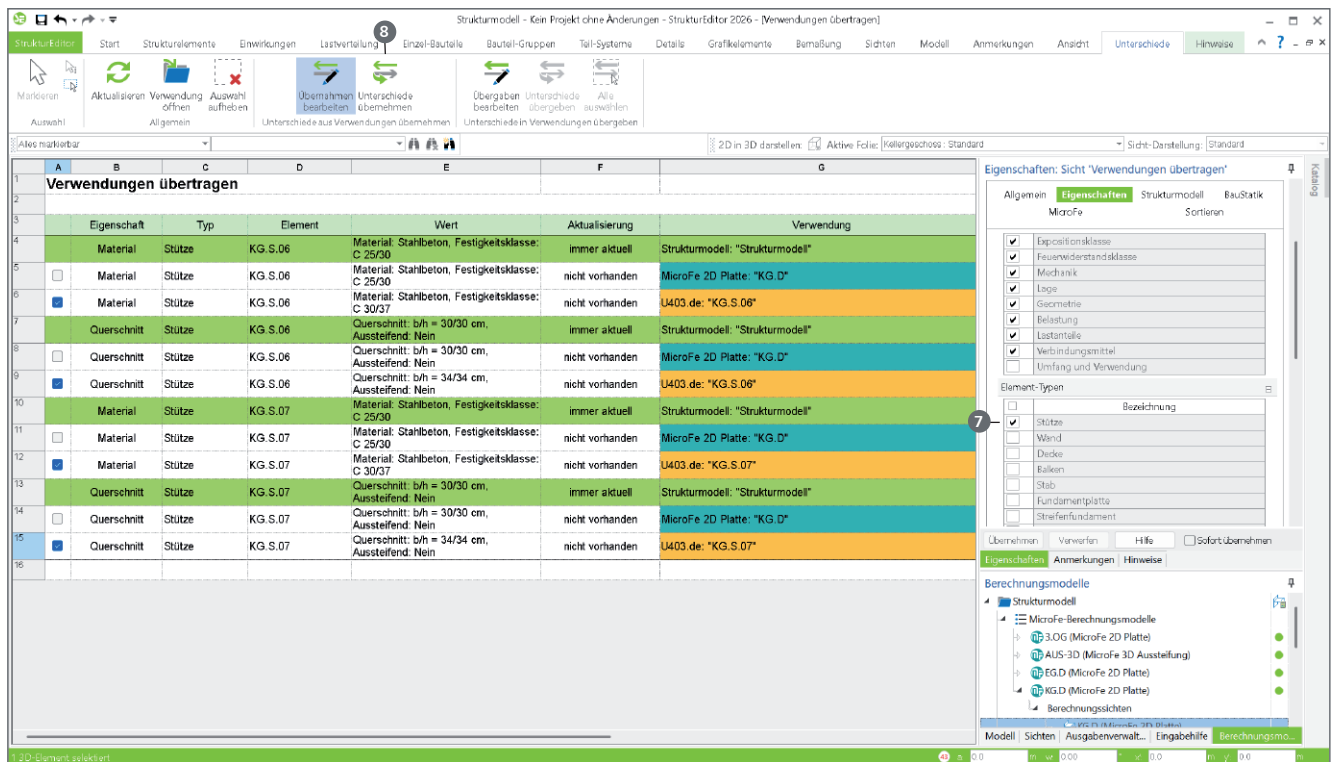
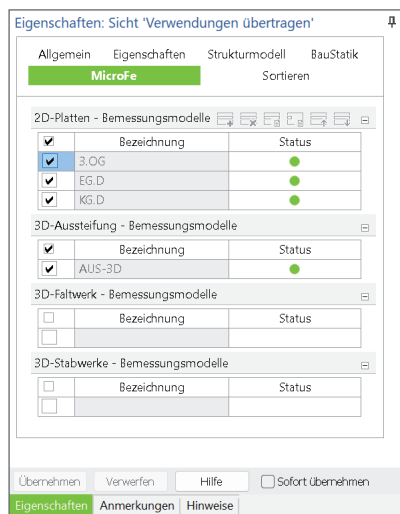

Bild 3. Listensicht „Verwendungen übernehmen“ mit Unterschieden zu Stahlbeton-Stützen in der BauStatik
Bild 6. Steuerung des Listeninhaltes über Modelle
Für diese Rückführung wird eine Listensicht „Verwendungen übertragen“ erstellt. Idealerweise wird über die Eigenschaften (Bild 6) der Listensicht eine gut nutzbare Teilmenge ausgewählt, um schrittweise die Unterschiede zu übernehmen. In Bild 3 ⑦ wird erkennbar, dass hier bauteilweise, aktuell für die Stützen, übernommen werden soll.
Als weitere Möglichkeiten zur Steuerung des Inhaltes der Listensicht, können im Kapitel Eigenschaften (Bild 3), neben den Element-Typen auch die Arten der Unterschiede wie Querschnitt, Material oder auch Geometrie, ausgewählt oder abgewählt werden. Die Kapitel wie BauStatik und MicroFe ermöglichen die An- und Abwahl einzelner Bemessungsmodelle, bzw. Verwendungen.
In Bild 3 wird erkennbar, dass die Bemessung der Stützen zu einer größeren Stützenabmessung sowie zu einer höheren Festigkeitsklasse geführt hat.
Um diese Informationen in das Strukturmodell zu übernehmen, werden die Zeilen 6, 9, 12 und 15 ausgewählt und der Schalter „Unterschiede übernehmen“ (Bild 3, ⑧) ausgeführt. Das Vorgehen wird für die weiteren Element-Typen wiederholt.